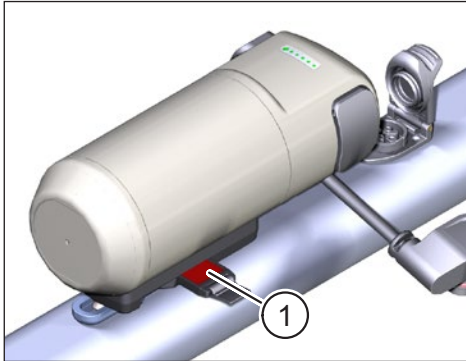

Abb. 5: FIDLOCK® System entriegelt
- ▶ Setzen Sie den Range Extender (Pos. 1 in Abb. 5) mit dem befestigten FIDLOCK® Force Connector (Pos. 2 in Abb. 5) schräg auf die FIDLOCK® Bike Base (Pos. 3 in Abb. 5). Der Dorn (Pos. 4 in Abb. 5) auf der FIDLOCK® Bike Base muss in die entsprechende Aufnahme im FIDLOCK® Force Connector gleiten, wenn Sie ihn aufsetzen. Die Magnete unterstützen beim Aufsetzen und der Range Extender sollte mit einem hörbaren Klick-Geräusch automatisch einrasten.
Das FIDLOCK® System ist nach dem Einsetzen des Range Extender noch nicht verriegelt. Dieser Zustand wird durch das rote Feld (Pos. 1 in Abb. 5) auf der Verriegelungslasche angezeigt.